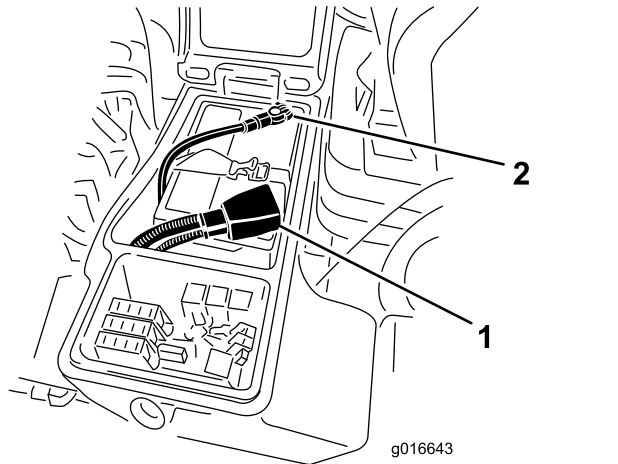

Figura 86
6. Conecte el cable positivo (rojo) al borne positivo (+) y el cable negativo (negro) al borne negativo (-) de la batería (Figura 86).